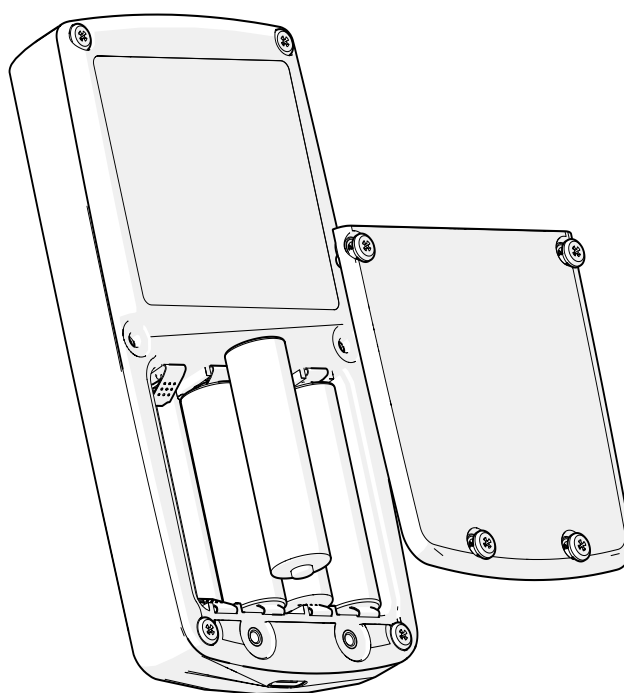

Figura 6-1: Instalando as baterias
1. Use uma chave de fenda Pozidriv para desparafusar os parafusos prisioneiros que prendem a tampa do compartimento da bateria. Ver Figura 6-1.